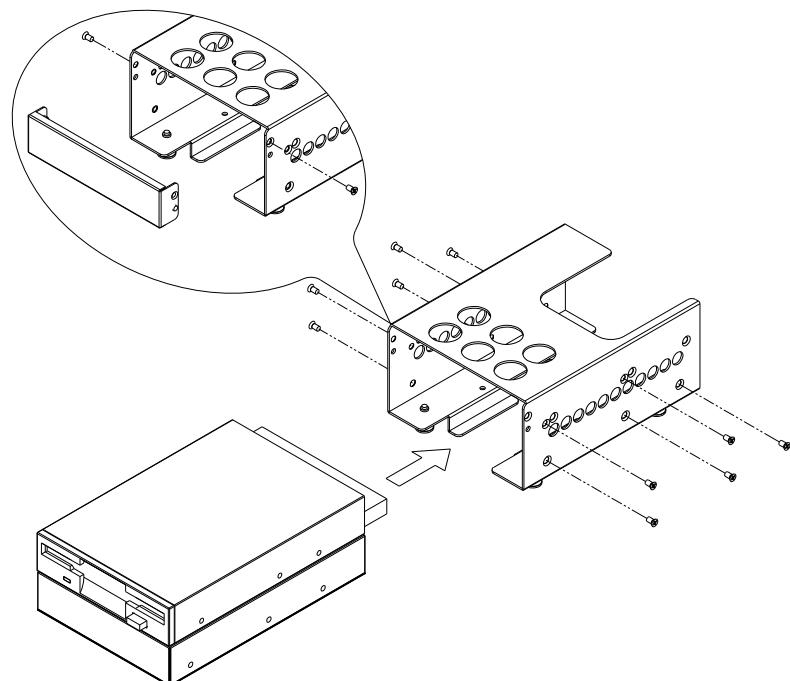

Figure 2.8 Installing 3.5" FDD or HDD into drive bracket/將 3.5" FDD 或 HDD 安裝至托架 / 將 3.5" FDD 或 HDD 安裝至托架
2. Install the 3.5" HDD or FDD into the proper location in the bracket and secure them with the screws provided (Figure 2.8).
2. 将 3.5" HDD 或 FDD 正确插入托架后用螺丝固定好，如图 2.8 所示。